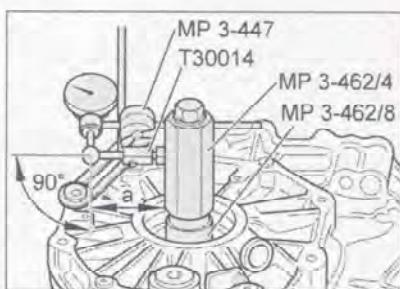

Рис. 7.306. Установите индикатор часового типа с надставкой. Отрегулируйте рычаг T30014 измерительного прибора на размер $a = 79 \text{ мм}$.
17. Установите индикатор часового типа с надставкой (рис. 7.306).
25. Выполните проверку зазора в зацеплении шестерен с установленными шайбами (рис. 7.306). Номинальное значение: 0.12-0.22 мм.